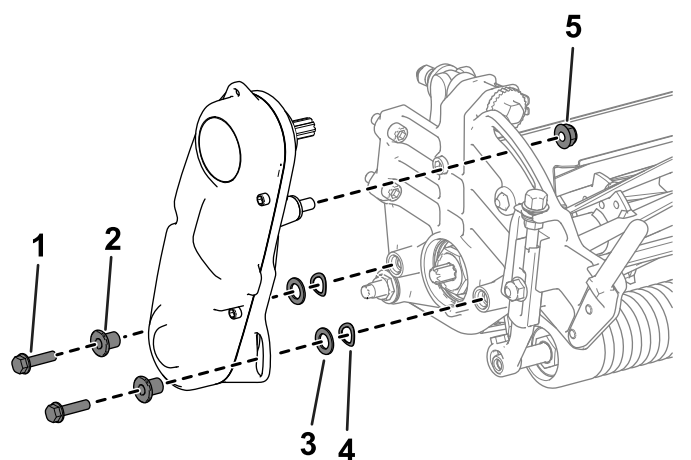

Figure 45
2. Retirez les fixations qui maintiennent le système d'entraînement du cylindre sur la plaque latérale (Figure 45).
3. Déposez l'entraînement du cylindre, les rondelles plates, les rondelles élastiques et les entretoises de la plaque latérale (Figure 45).